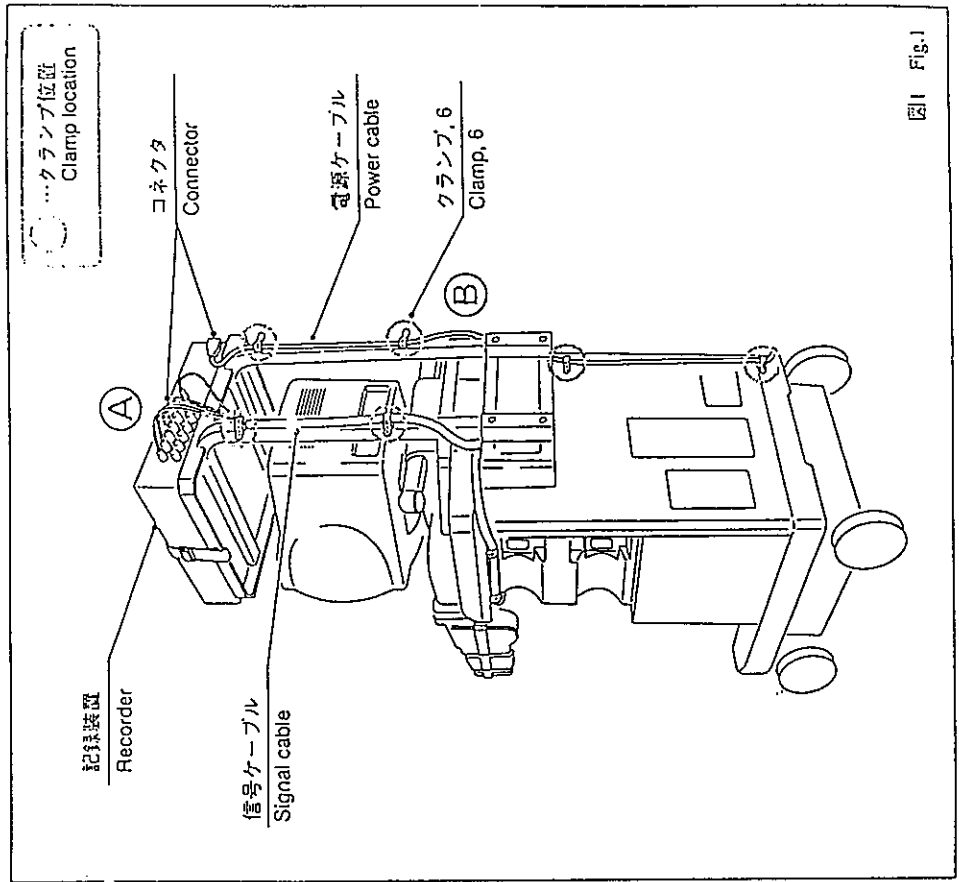

図1 Fig.1
(1) 記録装置からコネクタを全て取り外す。(図1③)
(2) 図の6か所のクランプから、信号ケーブル、電源ケーブルを取り外す。(図1④)